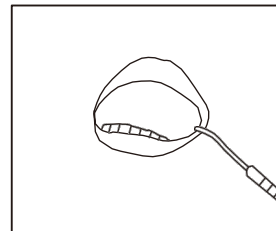

Abb. 34
- 4) Befestigen Sie den Lippenclip an der Lippe des Patienten; alternativ kann der Patient den Lippenclip auch fest in der Hand halten. (Abb. 34)